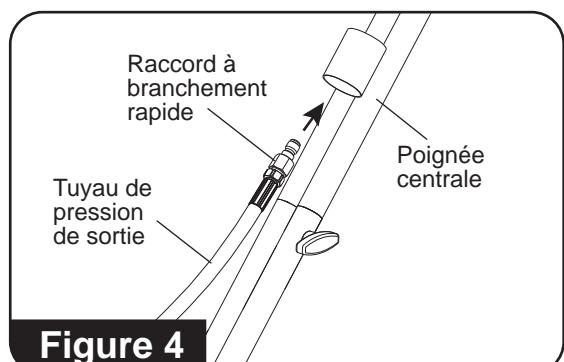

Figure 4
4. Prenez le tuyau de pression de sortie et, en commençant par l'extrémité du raccord à branchement rapide, faites-le glisser dans la base du tube de guidage à l'avant de la poignée centrale (**consultez la figure 4**).